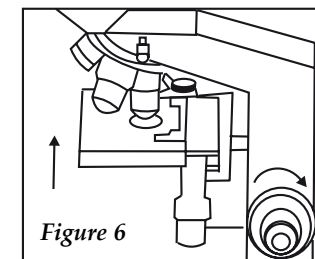

Figure 6
♦ Mirando con el ocular y el objetivo de menos aumentos suba la platina con el mando macrométrico hasta que aparezca la imagen, en este momento se empieza a accionar el mando micrométrico hasta conseguir un correcto enfoque (fig. 6).
- ♦ En utilisant l'oculaire et l'objectif de moins grossissement, monter la platine avec la commande macrométrique jusqu'à ce que l'image apparaisse, et en ce moment utilise la commande micrométrique jusqu'à réussir à avoir une correcte focalisation (fig. 6).